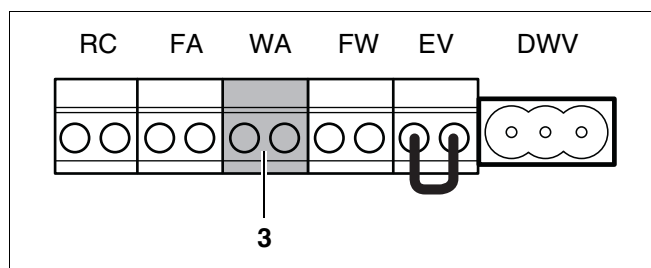

Рис. 32 Клеммы для подключения беспотенциального контакта запроса тепла (цвет подключения зеленый)
- Подключить беспотенциальный контакт запроса тепла к зеленой клемме WA (рис. 32, поз. 3). Максимально допустимое сопротивление этой цепи составляет 100 Ом. Используйте для этого 2-жильный силовой кабель сечением 0,4 - 0,75 мм2.